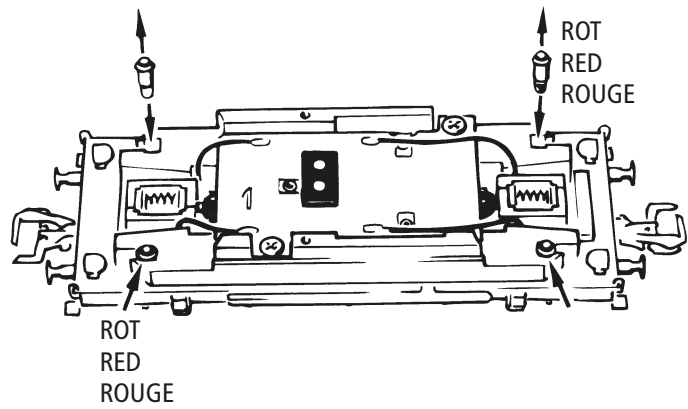

Fig. 9
**4. Haftreifenwechsel:** Zuerst den Getriebedeckel abnehmen (Fig. 5). Danach den **Radsatz** herausnehmen und die **Haftreifen** mit einer Nadel od. mit einem feinen Schraubendreher abziehen (Fig. 9). Beim Aufziehen der neuen Haftreifen darauf achten, dass diese sich nicht verdrehen.
**4. Change of traction tyre:** Remove the gear cover (Fig. 5). Take out **wheel set** and remove **traction tyre** using a pin or a fine screwdriver (Fig. 9). When pressing on the new traction tyre please **avoid twisting it**.
**4. Échange des bandages d'adhérence:** Démontez d'abord **le couvercle du carter des engrenages** des en-grenages (Fig. 5). Délogez ensuite les essieux bandagés et enlevez, à l'aide d'une aiguille ou d'un tourne-vis fin, les bandages d'adhérence (Fig. 9). Lors du montage des nouveaux bandages veuillez veiller à ce que les bandages **ne soient pas tor-dues**.